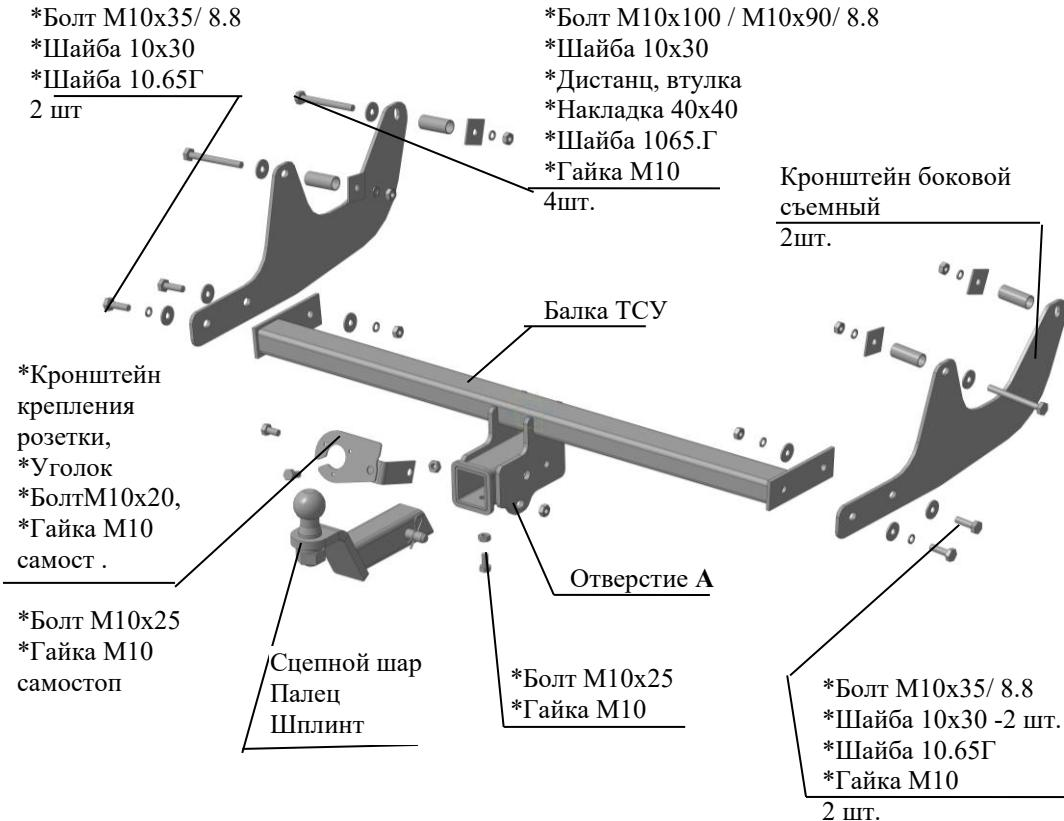

Рис.1 Тягово-сцепное устройство 2012.
2.1 ТСУ 2012 в сборе (рис.1)	1 шт.
2.2 Пакет с комплектующими (см. рис.1)+ защитный колпак	1+1 шт.
4.2 Закрепить съемные кронштейны ТСУ к наружным полкам лонжеронов а/м болтами M10x100 (для Лада Ларгус Кросс – болтами M10x90), соблюдая положение болтов в соответствии с рис.1, внутрь лонжеронов установить дистанционные втулки, шайбы 10x30 установить под головки болтов, под гайки подложить накладки 40x40 и шайбы 10.65Г. Крепеж не затягивать.